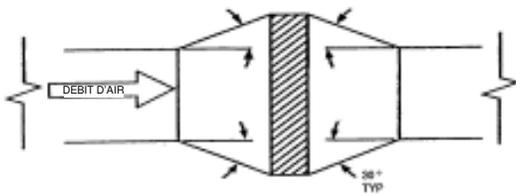

Figure 6 - Section de Transition
3.4 Si le serpentin électrique a des dimensions supérieures aux dimensions du conduit d'air, utiliser une section de transition telle qu'illustrée à la Figure 6 ci-dessous.